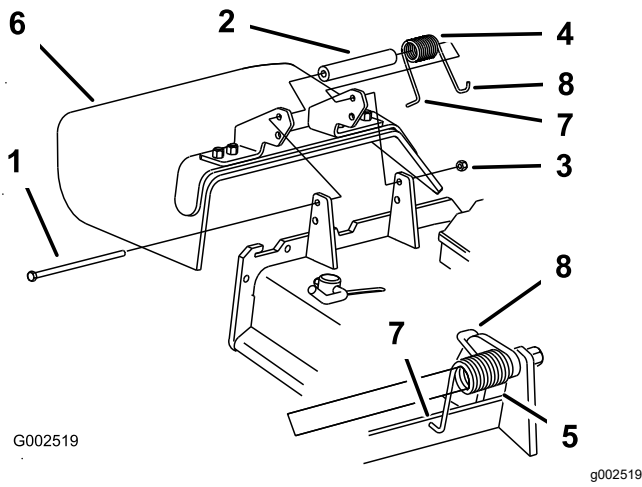

Figura 48
1. Togliete il dado di bloccaggio, il bullone, la molla e il distanziale che fissano il deflettore alle staffe orientabili del tosaerba (Figura 48).
Nota: Verificate che l'estremità a **L** della molla si trovi dietro il bordo del piatto di taglio prima di montare il bullone, come illustrato in Figura 48
5. Infilate l'estremità a gancio **J** della molla attorno al deflettore di sfalcio (Figura 48).